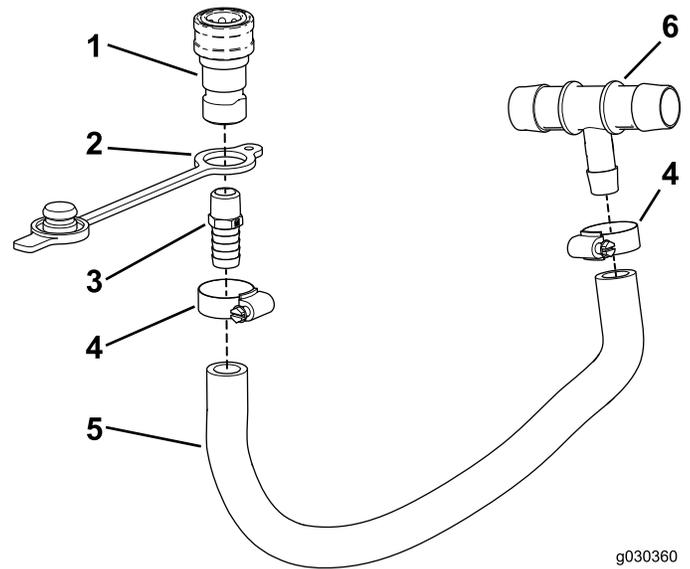

Figure 32
2. Vissez le raccord droit (3/4 pouce NPT x 0,625 cannelé) sur le raccord femelle (Figure 32).
4. Placez le bouchon protecteur par-dessus l'extrémité cannelée de l'ensemble (Figure 32).
6. Insérez l'extrémité cannelée de l'ensemble dans le flexible et fixez-le avec le collier (Figure 32).
7. Insérez l'extrémité cannelée du raccord en T dans le flexible d'entrée et fixez-le avec un collier (Figure 32).